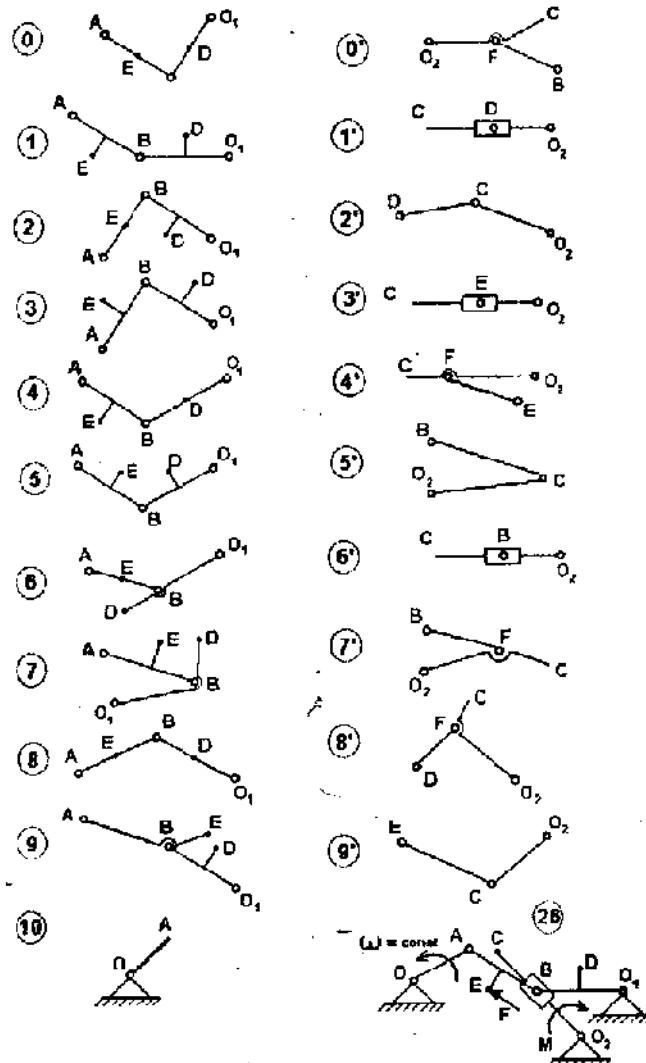

Рис.2
Задача 2. Із початкового механізму, зображеного на рис. 2 (10), та двох груп Ассура, першу з яких взяти з рис. 2 (0–9), а другу – з рис. 2 (0'–9') (подібно до утворення механізму в задачі 1) і скласти механізм шляхом з'єднання ланок кінематичними парами O_1 і O_2 , зі стояками, а однайменними літерами груп – один до одного, як це показано на рис. 2 (26) для студента, номер білета якого закінчується на цифру 26. Для одержаного механізму показати методику визначення лінійних швидкостей та прискорень позначених точок ланок шляхом побудови планів швидкостей та прискорень в довільно обраному положенні механізму. Визначити в загальному вигляді значення кутових швидкостей та прискорень ланок і показати на механізмі їх напрямки.
Задача 3. У механізмі, кінематику якого розглянуто в задачі 2, в точці Е перпендикулярно до осі ланки прикласти силу F , а до ланки CO_2 – крутний момент M , спрямований за годинниковою стрілкою, як це показано на рис. 2 (26). Ці сили вважати рівнодійними для всіх зовнішніх та інерційних сил. Використовуючи принцип кінетостатики, показати методику визначення реакцій в кінематичних парах та зрівноважувального моменту, прикладеного до початкової ланки.